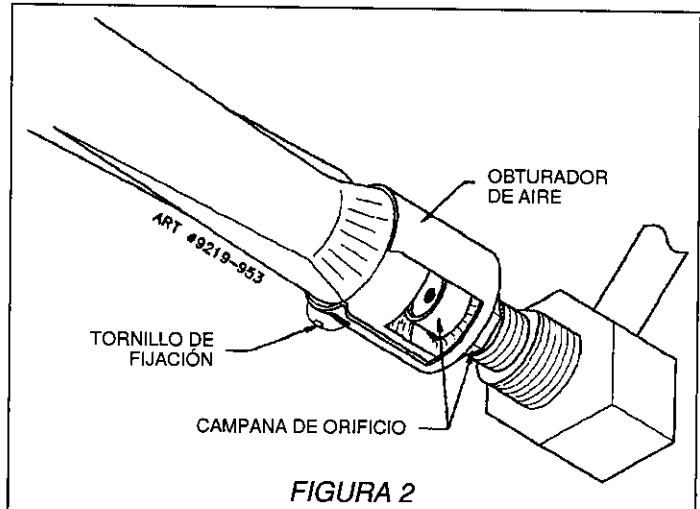

FIGURA 2
1. Llama amarilla en el quemador – abra el obturador de aire lo más posible hasta donde no cause que la llama se levante o se apague cuando esté frío. (Vea la figura 2.)
2. Llama azul bien definida pero se levanta - cierre el obturador de aire del quemador hasta el punto en donde no cause que se levante o apague la llama cuando el quemador esté frío. (Vea la figura 2.)